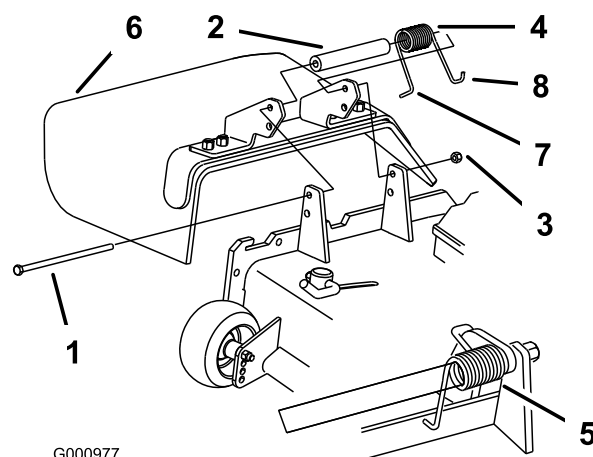

Bild 2
1. Legen Sie das Distanzstück und die Feder zwischen die Halterungen des Ablenkbleches (Bild 2). Setzen Sie das linke J-Hakenende der Feder hinter die Kante des Mähwerks.
Hinweis: Stellen Sie sicher, dass sich das linke J-Hakenende der Feder hinter der Mähwerkkannte befindet, bevor Sie die Schraube einführen, siehe Bild 2.
2. Setzen Sie die Schraube und Mutter ein. Führen Sie das rechte J-Hakenende der Feder um das Ablenkblech (Bild 2).